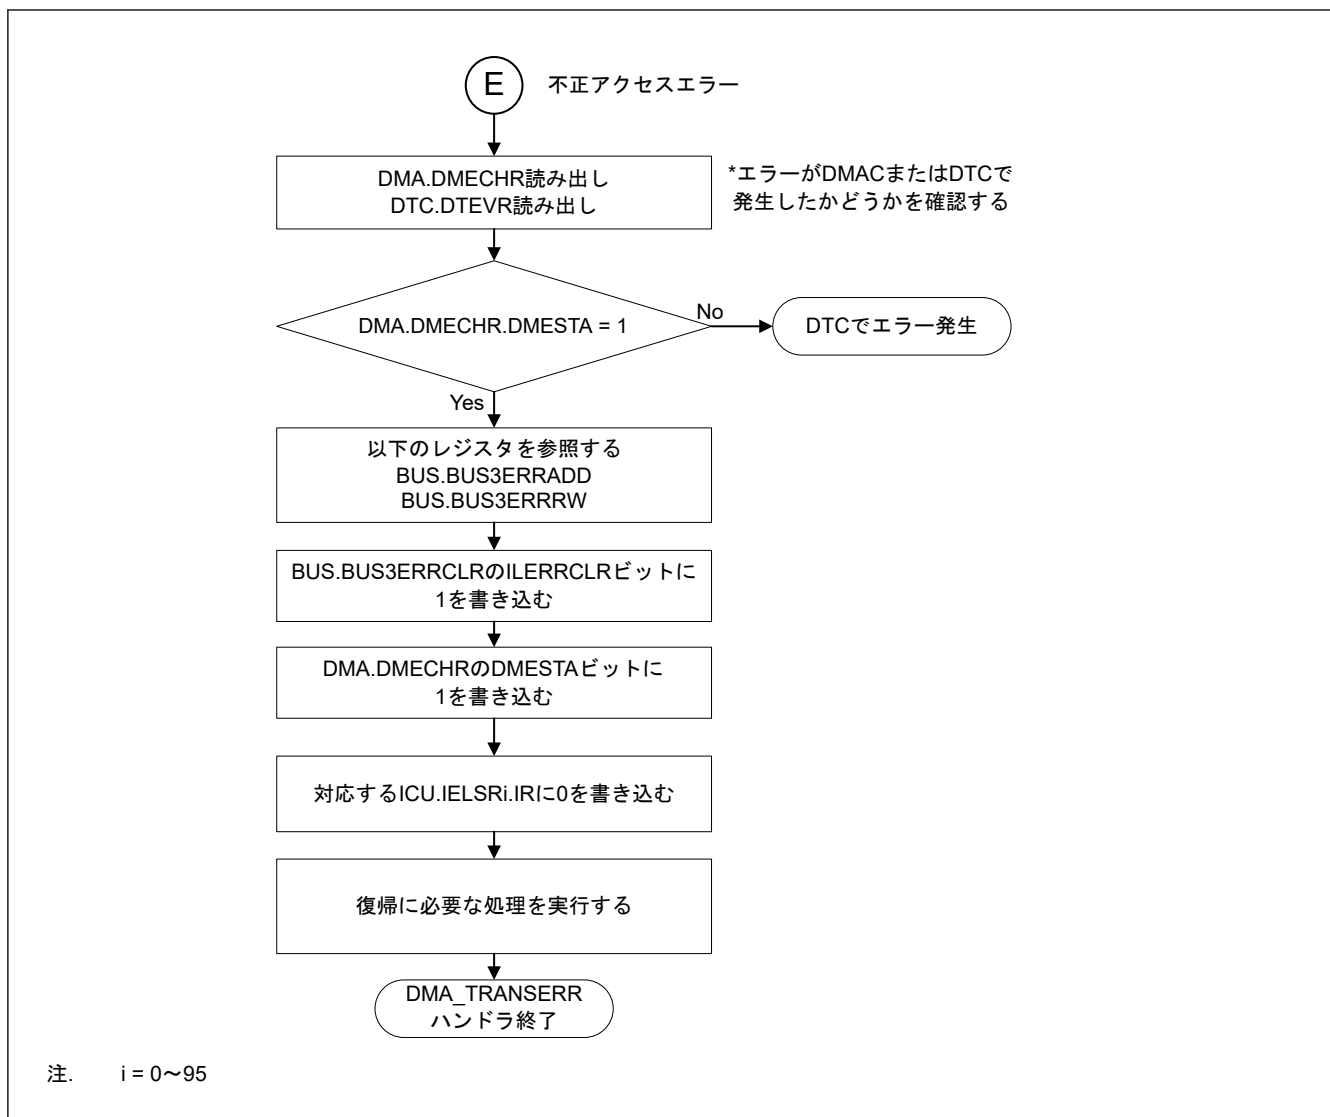

図 15.32 不正アクセスエラーによる DMA_TRANSERR ハンドラの処理
- 図 15.32 に DMAC の不正アクセスエラーが発生したチャネルとセキュリティ属性を確認するフローを示します。